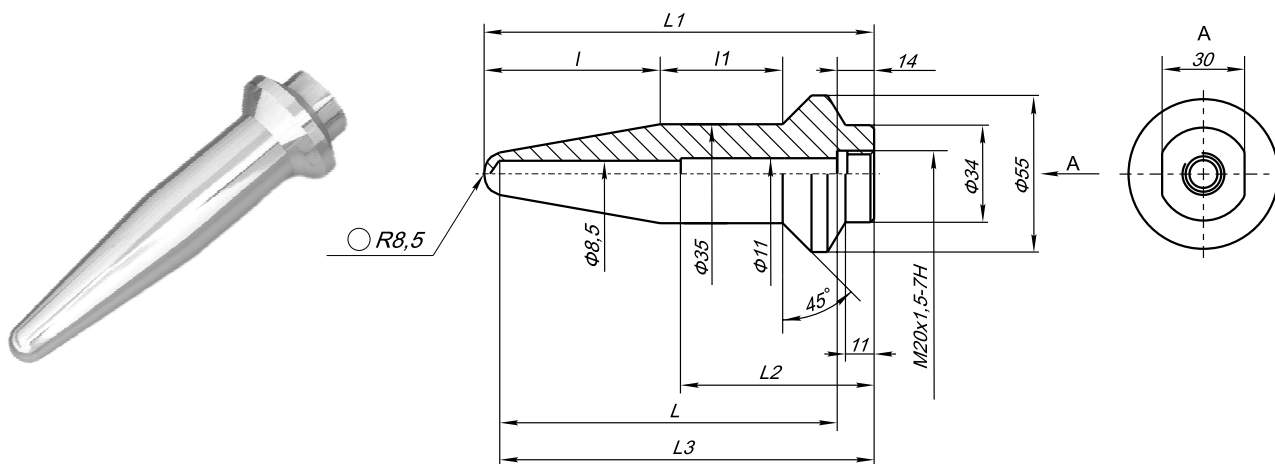

Рис. 1. Гильза защитная 2003-01
1. Обозначение защитной гильзы (рис. 1)